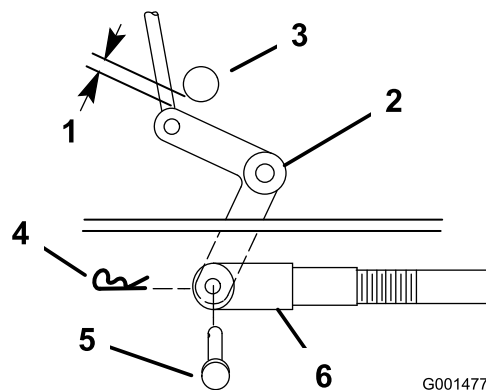
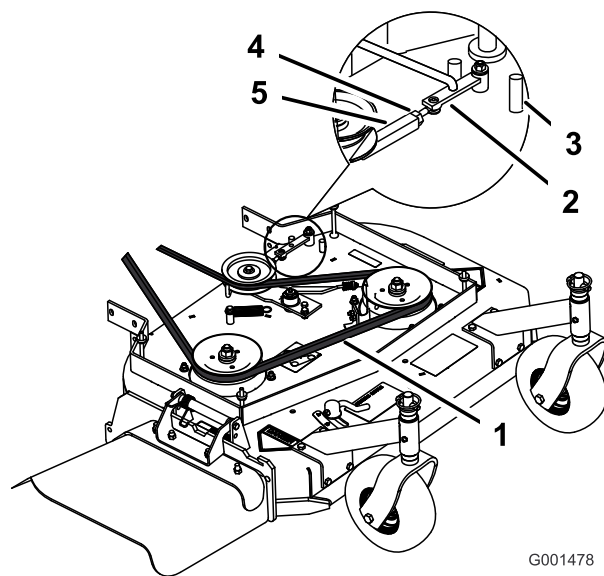
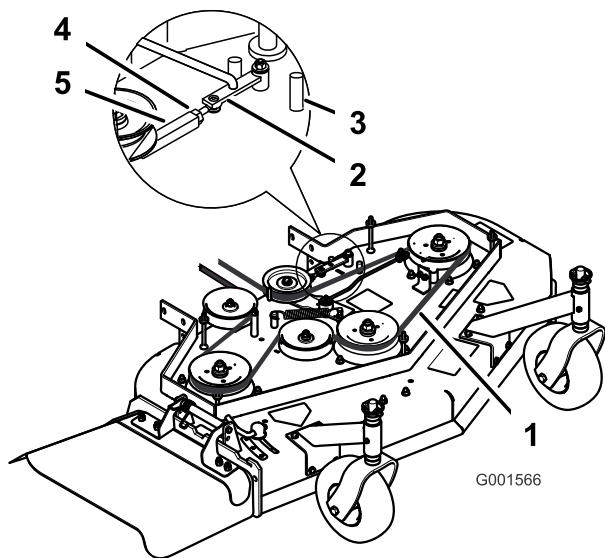

Figure 39
Figure 40
Figure 41
9. Vérifiez l'écartement entre le levier coudé et l'arbre de sortie de transmission (Figure 39).
10. Enlevez la goupille fendue et l'axe de chape du levier coudé (Figure 39).
11. Tournez la chape dans le sens horaire sur la tige pour accroître l'écartement, et dans le sens antihoraire pour le réduire (Figure 39).
Remarque: Si le bras d'assistance ne touche pas la butée avant du tablier de coupe (Figure 40 ou Figure 41), réglez la chape de sorte à rapprocher le levier coudé de l'arbre de sortie de transmission (Figure 39).